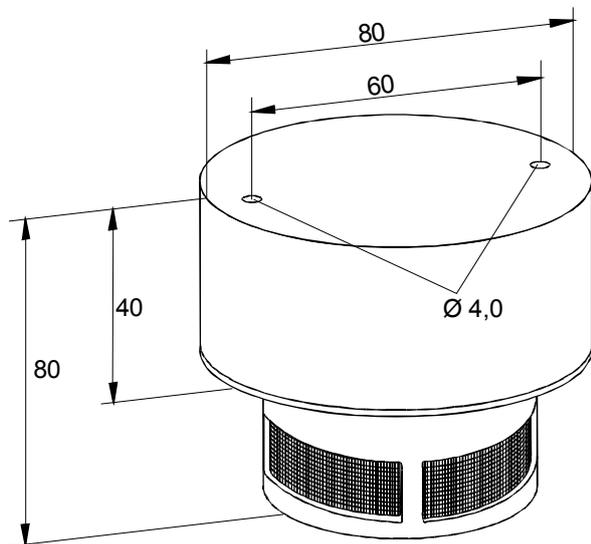

Рис. 2 Основные размеры
- Установите патрон на потолок с помощью прилагаемых крепёжных материалов (основные размеры датчика см. рис. 2)
Основные размеры:	см рис. 2